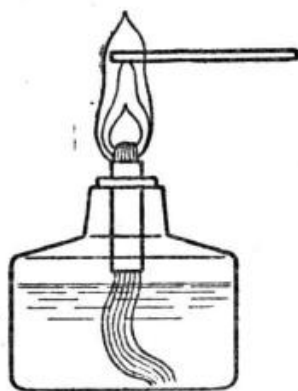

Рис. 129. Нагревание на спиртовке.
1. Нагревайте только верхней, наиболее жаркой частью пламени (рис. 129).